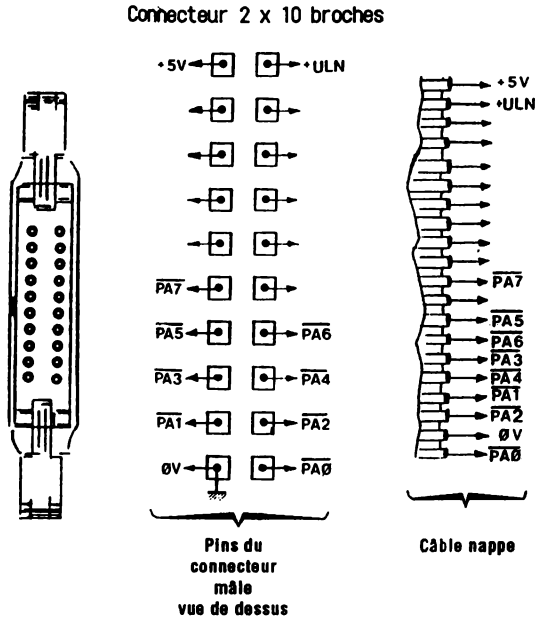

Fig. 13.5
- le connecteur coudé 2 × 10 broches (fig. 13.5).